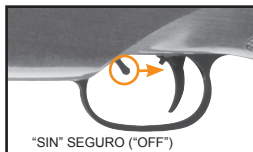

ilustración 2b
- Para colocar en MODO NO SEGURO para disparar (“OFF SAFE”), tire de la palanca del seguro hacia el gatillo. (**ilustración 2b**)